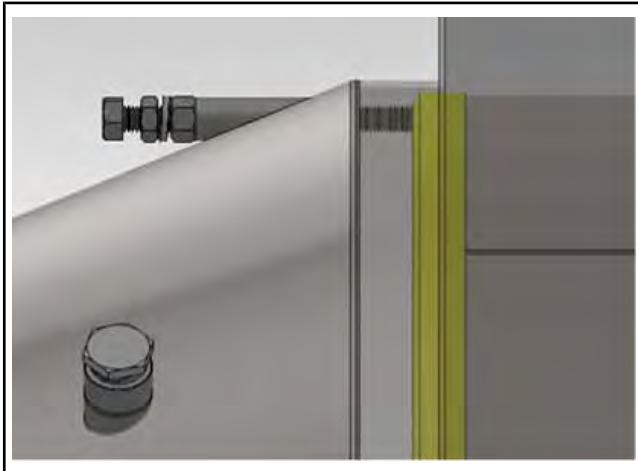

Рисунок 15.10-2: Ослабление гайки натяжного болта
- Отверните гайки на всех трех натяжных болтах до полного снятия давления на стопорной шайбе. (См. Рисунок 15.10-2).